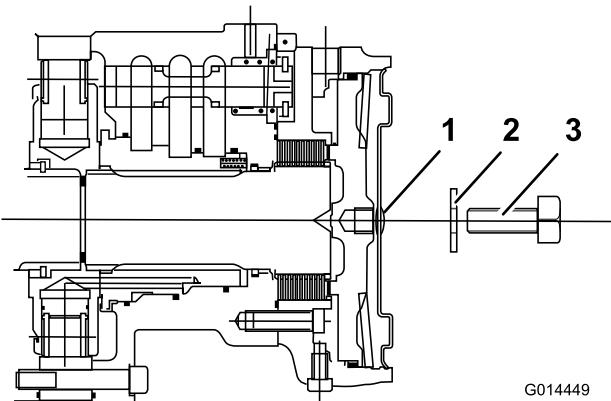

Bild 60
4. Setzen Sie eine lange Stellschraube (M12 x 40 mm) mit Scheibe durch das Loch in der Mitte der Motorenendplatte ein (Bild 60).
5. Ziehen Sie die Stellschraube im Gewindeloch des Bremskolbens an, bis sich die Bremse löst (Bild 60).
6. Machen Sie die linke Vorderradmotorschibenbremse ausfindig und wiederholen Sie den obigen Vorgang (Bild 60).